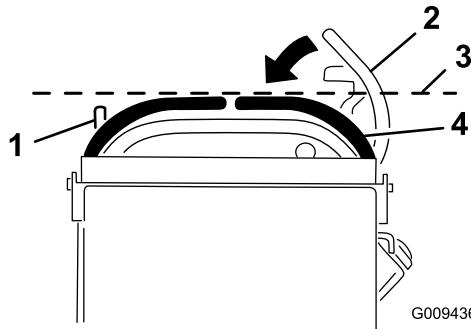

Figura 58
3. Empuje las palancas de control de movimiento hacia abajo, sacándolas de la posición de BLOQUEO/PUNTO MUERTO (Figura 58).
4. Compruebe que la palanca de control de movimiento de la derecha quede alineada en sentido horizontal con la palanca de control de movimiento de la izquierda (Figura 58).